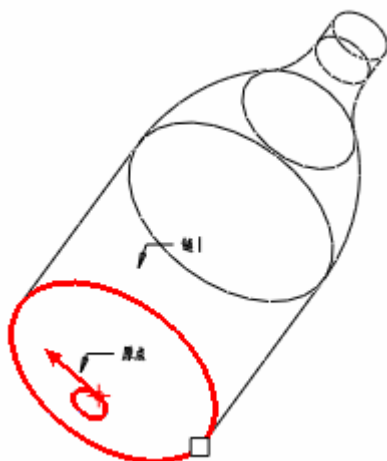

图 65-10
- (1) 单击特征工具栏中的 ，打开可变剖面扫描特征操控板。
(2) 单击  按钮，以生成曲面特征。如图 65-10 所示选择原始轨迹和扫描轮廓轨迹。